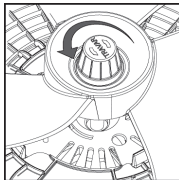

Figura 09
9. Rosquear a porca da hélice no eixo, girando-a no sentido anti-horário até encostar a superfície da porca da hélice (Ver **figura 09**).